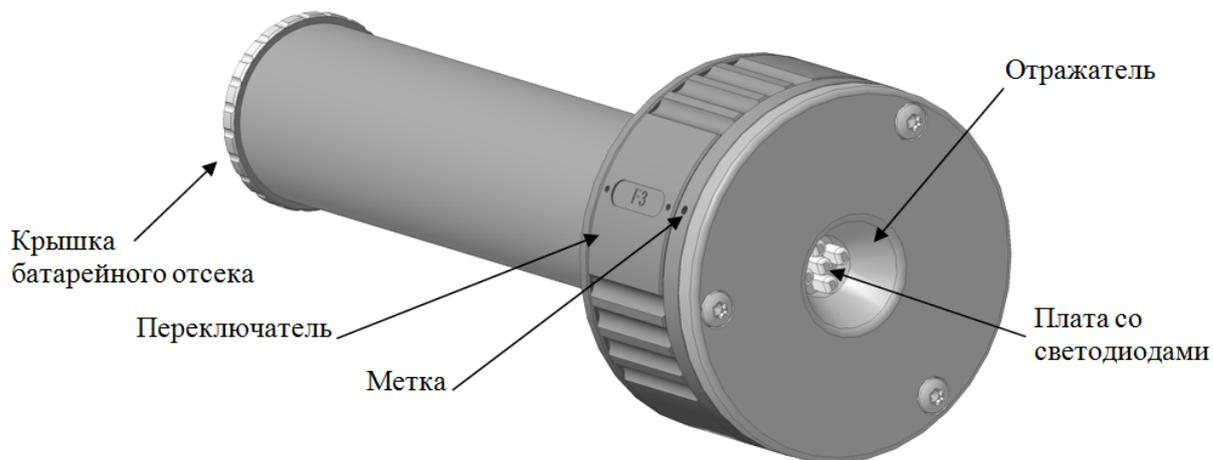

Рисунок 2 – Внешний вид излучателя
Излучатель представляет собой алюминиевый корпус, состоящий из отражателя, платы электронной со светодиодами, переключателя режима работы и крышки батарейного отсека, см. рисунок 2. Отсек с аккумуляторной батареей залит компаундом.
Включить излучатель поворотом переключателя до совмещения метки на корпусе с надписью «F1» или «F2» или «F3» (рис. 2), светодиоды при этом должны мигать. Направить излучатель на лицевую поверхность извещателя. Удерживать излучатель до момента перехода извещателя в режим «Пожар». При этом индикатор извещателя переключится в режим постоянного свечения. Реле «ПОЖАР» отключено.
Включить излучатель поворотом переключателя до совмещения метки на корпусе с надписью «F4» (рис. 2), светодиоды при этом должны мигать. Направить излучатель на лицевую поверхность извещателя. Удерживать излучатель до момента перехода извещателя в режим «Неисправность». При этом индикатор извещателя переключится в режим частого мигания. Реле «НЕИСПРАВНОСТЬ» отключено.
- открутить крышку батарейного отсека, см. рисунок 2;